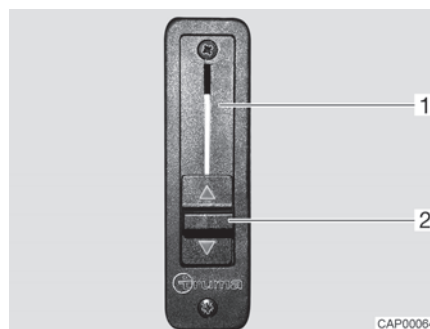

Bild 14 Schieberegler für Strangsperr
- Schieberegler (Bild 14,2) ganz nach oben schieben. Die Strangsperr (Bild 14,1) ist geöffnet. Die Wohnraumheizung beheizt auch die Frontscheibe.
- Schieberegler (Bild 14,2) ganz nach unten schieben. Die Strangsperr ist geschlossen. Wohnraumheizung und Heizung des Basisfahrzeugs sind voneinander getrennt.